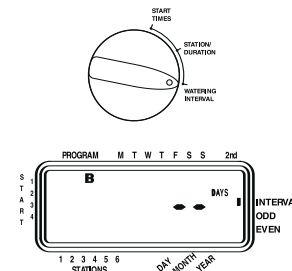

Figure 8: Affichage LCD avec intervalle d'arrosage
- Positionner le commutateur sur **Intervalle d'arrosage**. Le curseur clignotera à la gauche du mot **Intervalle** [Voir Figure 8].